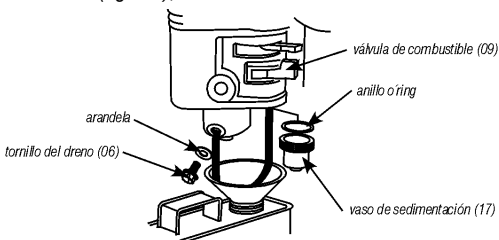

Fig. 32 – Retirando el vaso de sedimentación
- Con auxilio de una llave retire el vaso de sedimentación (fig. 32);